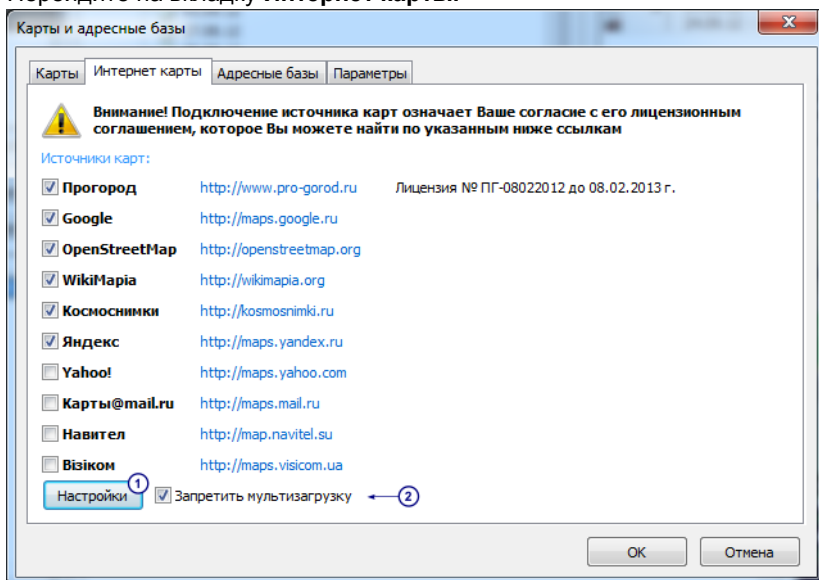

Рис.30 – Интернет карты.
- Для настройки карт нажмите кнопку **Настройки** (рис.30,п.1).
- Выберите **Запретить мультизагрузку** (рис.30,п.2) для того, чтобы отключить одновременную загрузку нескольких тайлов.